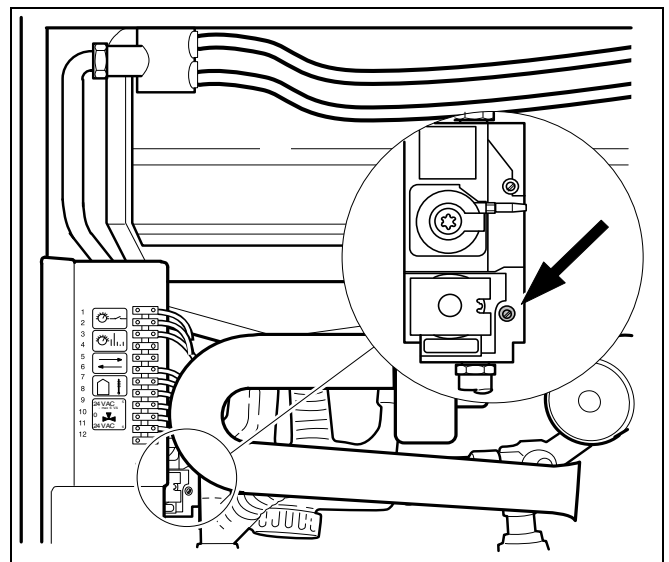
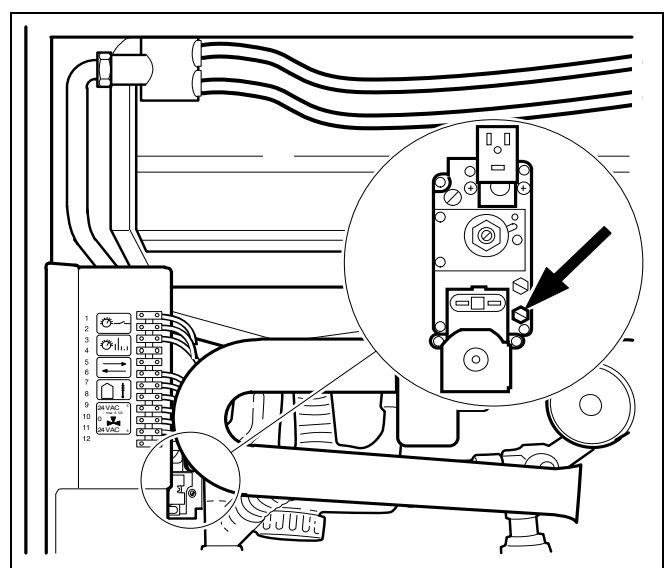

Abb. 19 Gaszuleitung entlüften (Honeywell-Armatur)
Abb. 20 Gaszuleitung entlüften (SIT-Armatur)
- Verschlusschraube am Prüfnippel für Gasanschluss und Entlüftung bei Honeywell-Armatur um zwei Umdrehungen lösen (Abb. 19), bei SIT-Armatur (Abb. 20) ganz herausdrehen und Schlauch aufstecken.